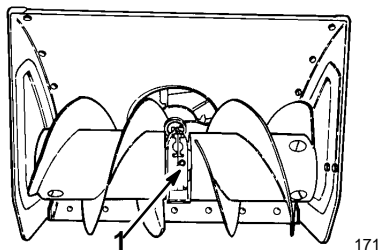

Figure 23
3. Nettoyez les abords de l'obturateur de tuyau (Fig. 23).
- Retirez l'obturateur de tuyau de la boîte d'engrenages (Fig. 23).